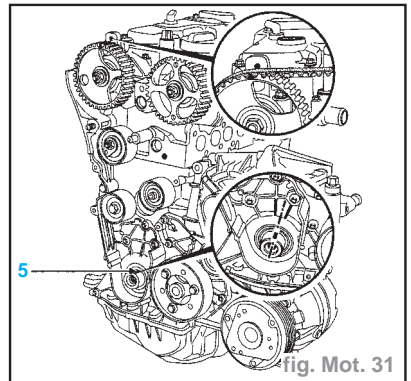

fig. Mot. 31
- La rainure (5) du vilebrequin doit être entre les deux repères du bloc moteur (fig. Mot. 31).
- Positionner le repère de la poulie d'arbre à cames d'échappement en face du taraudage du capteur de position (fig. Mot. 31).
- Tourner la poulie de l'arbre à cames d'échappement afin de placer le repère en face du capteur de phasage (fig. Mot. 31).